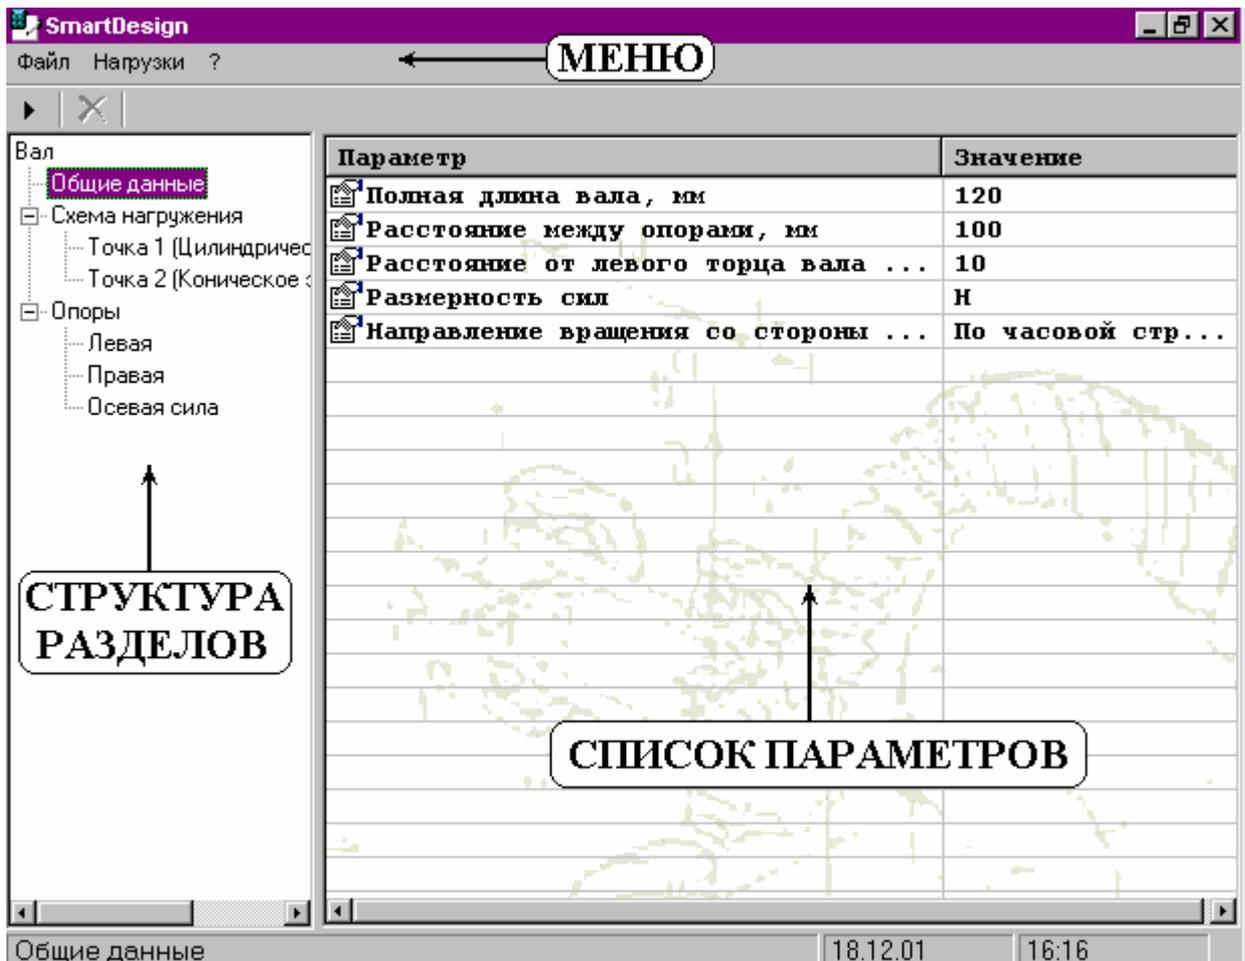

Рис. 2
2.1. Рабочее окно программы состоит из: структуры разделов, списка параметров и меню (рис. 2).
- 2.1.3. Меню рабочего окна (рис.2) предназначено для управления программой и состоит из списков команд.
- 1) В структуре разделов (рис. 2) выделяется раздел «Общие данные»,
- 2) В список параметров (рис.2) вводятся значения параметров так, как это описано в п. 2.1.2.1.
- 1) В структуре разделов (рис. 2) выделяется раздел «Схема нагружения»,